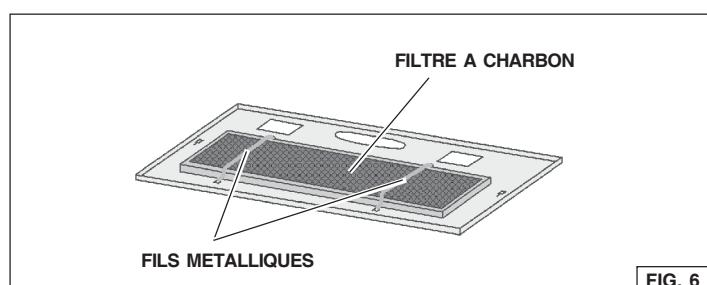

FIG. 6
2. Installez le filtre à charbon sur le filtre à graisse et assujettissez-le au moyen des fils métalliques fournis avec le filtre à charbon (Fig. 6).
2. Otez les fils métalliques (Fig. 6) et remplacez le filtre à charbon.